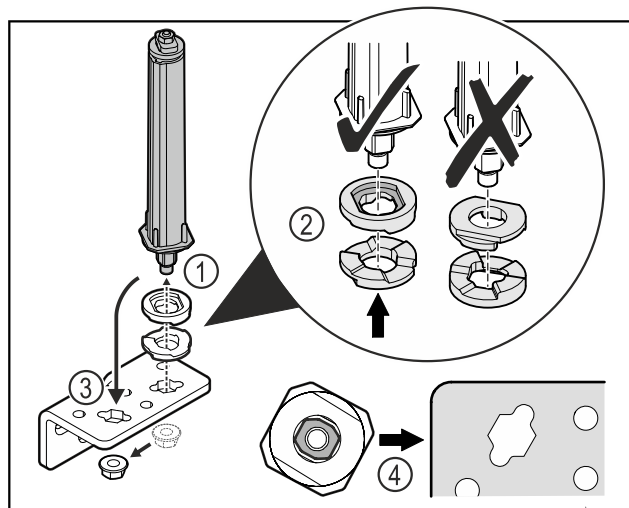

Fig. 30
- ▶ Atskrūvējiet uzgriežni un noņemiet durvju slēgšanas sistēmu Fig. 30 (1).
- ▶ Ievērojiet augstuma regulēšanas aplākšņu pareizo izvietojumu Fig. 30 (2).
- ▶ Pārliciet durvju slēgšanas sistēmu lokāmajā kronšteinā un nofiksējiet ar uzgriežni Fig. 30 (3).
- ▶ Ievērojiet durvju slēgšanas sistēmas pareizo izvietojumu ievietošanas laikā Fig. 30 (4).